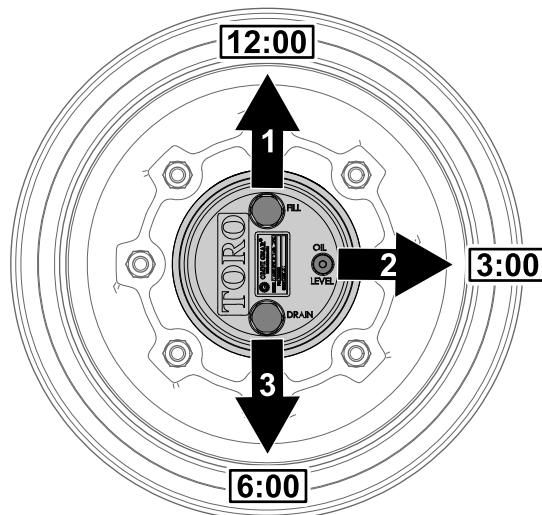

Figura 66
1. Aparque la máquina en una superficie nivelada y coloque la rueda con el tapón de llenado en la posición de las 12, el tapón de verificación en la posición de las 3 y el tapón de vaciado en la posición de las 6 (Figura 66).
2. Retire el tapón de verificación de la posición de las 3 (Figura 66).
1. Aparque la máquina en una superficie nivelada y coloque la rueda con el tapón de llenado en la posición de las 12, el tapón de verificación en la posición de las 3 y el tapón de vaciado en la posición de las 6; consulte la Figura 66 en Comprobación del lubricante de la caja de engranajes planetarios \(página 65\).